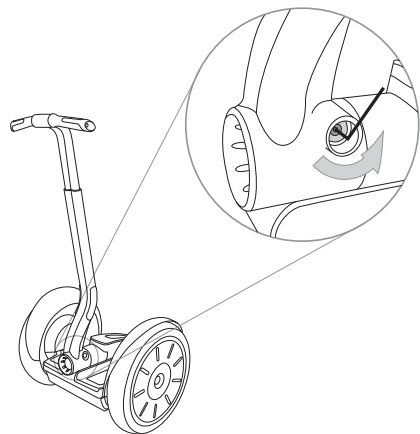

図 1. LeanSteer フレームを固定しているファスナーを緩める
2. LeanSteer フレームを外すには、5mm 六角レンチを使って、LeanSteer フレームを固定しているファスナーを外します。図 1 を参照してください。